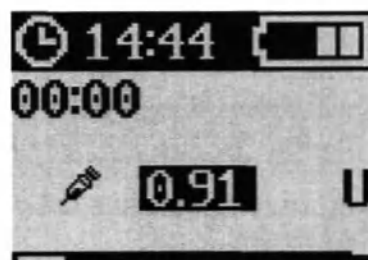

Рисунок 77 – Экран настройки первого часа базальной скорости (доза)
5. Кнопками «ВВЕРХ» и «ВНИЗ» настроить необходимую дозировку для данного часа (рисунок 77). В диапазоне от 0 ЕД до 1 ЕД шаг равен 0,01 ЕД, от 1 ЕД до 10 ЕД шаг равен 0,1 ЕД и от 10 ЕД до 50 ЕД шаг равен 1 ЕД.